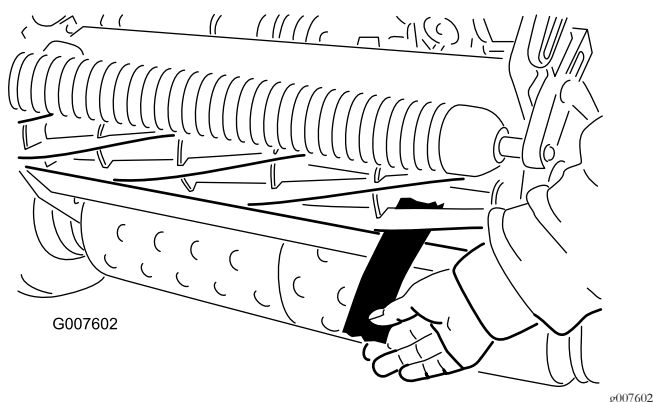

Figura 47
12. Pruebe el rendimiento de corte insertando una tira larga de papel de prueba del rendimiento de corte entre el molinete y la contracuchilla, perpendicular a la contracuchilla (Figura 47). Gire el molinete lentamente hacia adelante; debe cortar el papel.